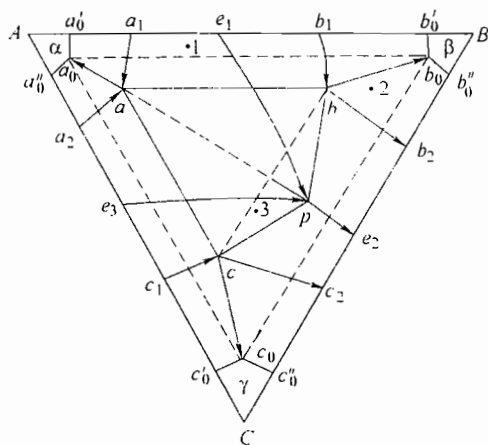

图 20-2 第四题图
- 四、(15 分) 图 20-2 所示为 A-B-C 三元相图投影，三个组元在液态无限互溶，在固态有限溶解，固溶度随温度变化， e_1p 、 e_2p 、 e_3p 是液相的成分变化线，其他箭头表示固相成分变化，试回答：